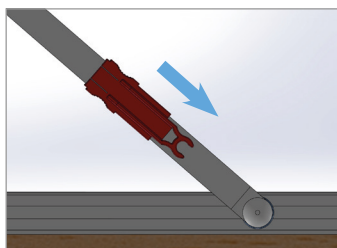

Bild Nr. 2 / Image 2
3. Zum Sichern der Fußposition, den Sicherungsschlitten in den Führungsbolzen schieben und einrasten (Bild Nr. 2+3).